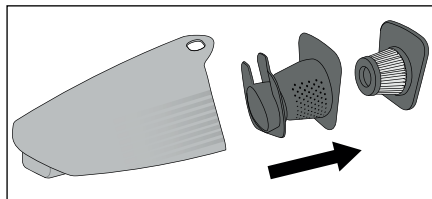

Fig. 3
- 3) Depois, retire o filtro HEPA **6** e o filtro grosso **7** do depósito de resíduos **8** (fig. 3). Sacuda as duas peças sobre um balde do lixo ou algo similar. Se necessário, pode lavar o filtro HEPA **6** com água limpa. Depois, deixe-o secar completamente ao ar.